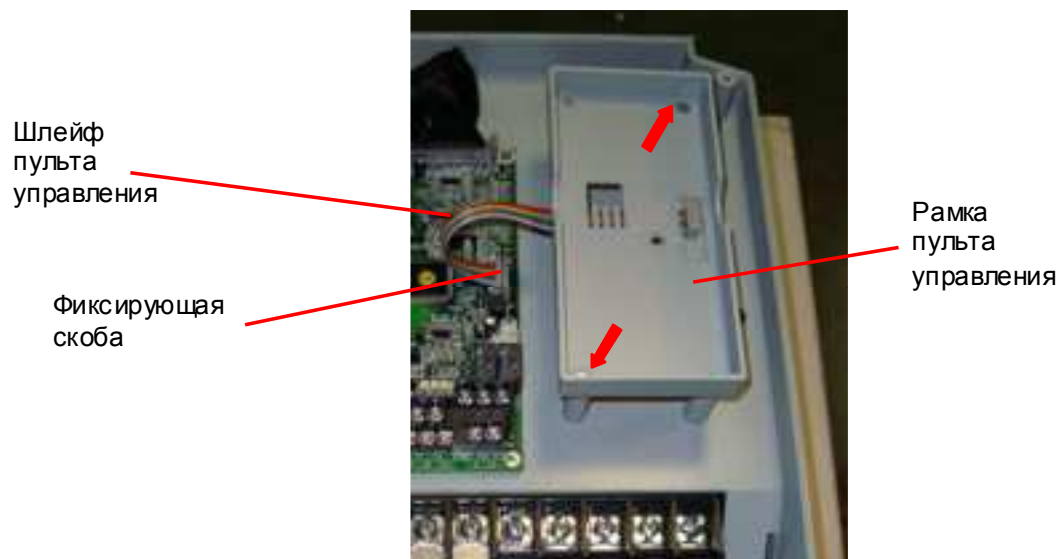

Рис. 7.24
7.13.2. Прикрутить рамку пульта управления двумя винтами (рис. 7.24, красные стрелки).
7.13.3. Соединить разъем шлейфа пульта управления с платой ЦП и зафиксировать его скобой (рис. 7.24).